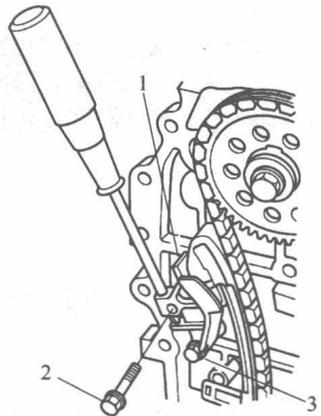

图 1-1-7
(15) 在凸轮轴链条张紧器滑块 1 的滑动表面上涂抹新的发动机机油，用旋具夹住凸轮轴链条张紧器滑块，然后拆下螺栓 2，并松开螺栓 3，如图 1-1-7 所示。